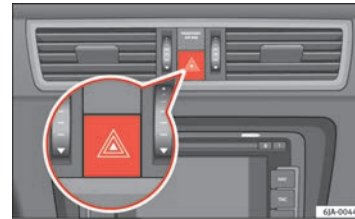

Abb. 59 Kombi-Instrument: Schalter für Warnblinkanlage
- Drücken Sie den Schalter  ⇒ **Abb. 59**, um die Warnblinkanlage ein- bzw. auszuschalten.